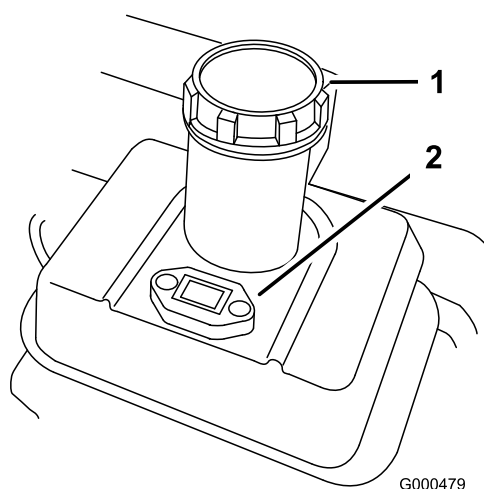

Figura 15
1. Pulite attorno al tappo del serbatoio carburante, e togliete il tappo (Figura 15). Rabboccate il serbatoio carburante con benzina senza piombo, non oltre la base del filtro. Non riempite troppo.